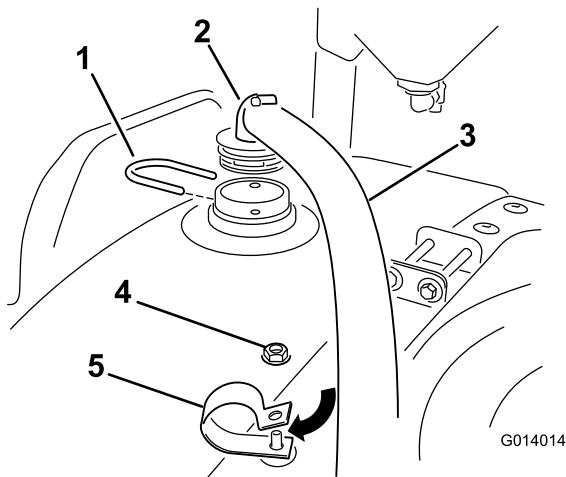

Рисунок 22
2. Установите конец шланга с фитингом 90° на ранее установленный стакан с помощью крепежной вилки (Рисунок 22).